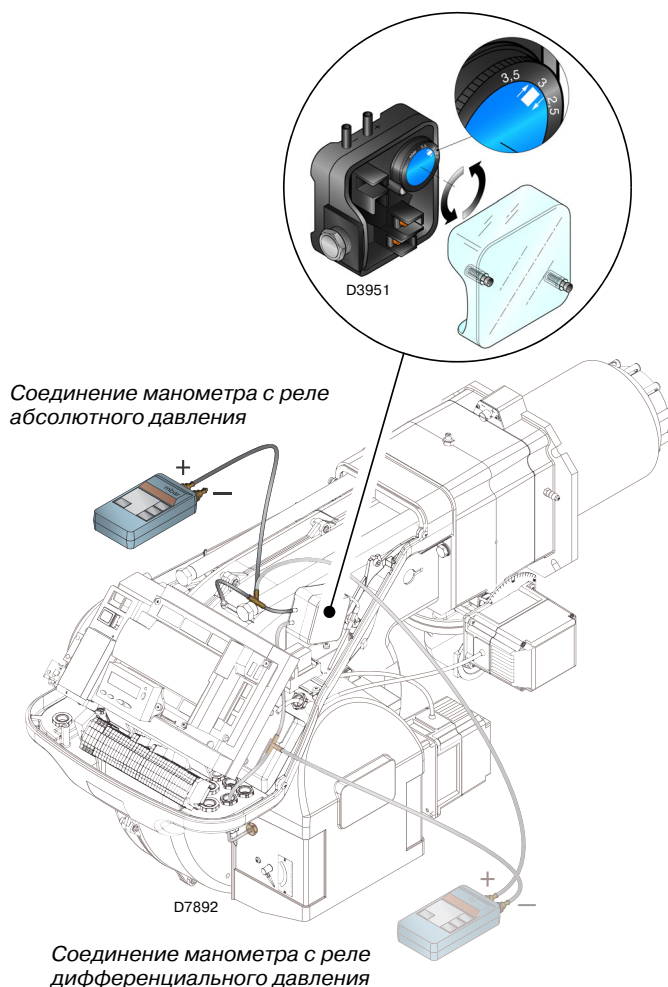

Рис. 29
- Отрегулировать реле давления воздуха (Рис. 29 стр. 35) на начало шкалы.
Выполнить регулировку реле давления воздуха (Рис. 29) после выполнения всех других регулировок горелки с реле давления воздуха, установленным на начало шкалы.
Подсоединение манометра указано на Рис. 29.
В некоторых применениях с очень низким давлением соединения реле давления не позволяет ему коммутировать. В таком случае необходимо подсоединить реле дифференциального давления, устанавливая вторую трубку между реле давления воздуха и всасывающим отверстием вентилятора. В этом случае манометр также должен быть дифференциальным, как показано на Рис. 29.